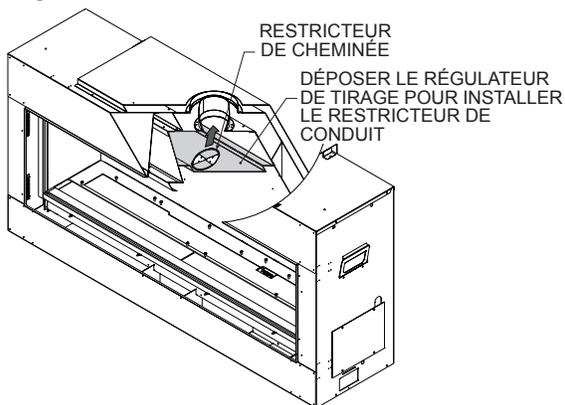

Figure 41
Pour l'installation du restricteur après l'installation de l'évacuation, déposer les (2) vis de chaque côté du régulateur de tirage et le mettre de côté. Insérer le restricteur dans le collier de conduit et le placer comme montré aux Figures 41 et 42. Réinstaller ensuite le régulateur de tirage.